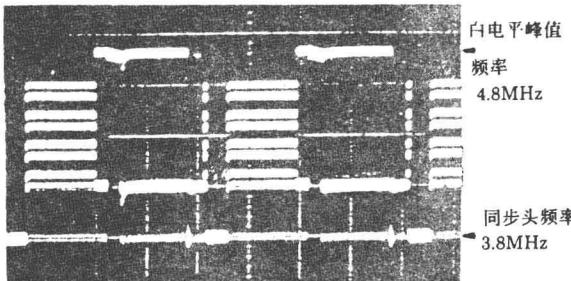

图 4 PAL 同步频率和频偏
4. PAL 同步频率和频偏的调整: 经白、黑切割的信号要进行 FM 调制, 即将亮度信号(包括同步信号)转换成 3.8~4.8MHz 载波 FM 信号, 频偏为 1MHz, 平均电平频率 4.3MHz。当调整不当时, 会使记录的信号, 在其他机器上重放时, 产生偏亮或偏暗的情况, 网纹干扰加重, 黑白交界处产生拉丝, 使机器通用性变差。正确的调试方法是从 LINE IN 输入 PAL 彩条信号, 测试点 PS301(6)接示波器(示波器 IN=DC, H=5mV/格)调 VR304, 使同步头频率在 3.8 ± 0.1 MHz, 白电平峰值频率在 4.8 ± 0.1 MHz, 见图 4 所示。